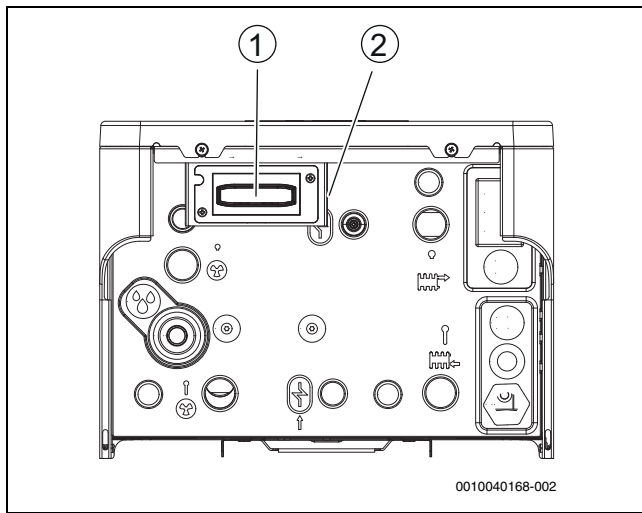

Bild 12 Funkmodul-Platzierung
1. Hebel ausklappen (→ [2], Abb. 12).
2. Modul in den Halter einsetzen (→ [1], Abbildung 12).